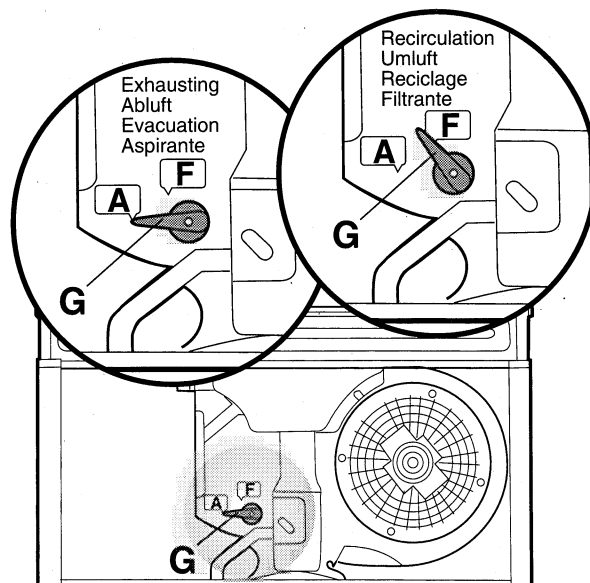

Fig. 9
- Vérifiez que la grille G est réglée sur «A» (fig. 9).
- Réglez le levier G sur «F» (fig. 9)